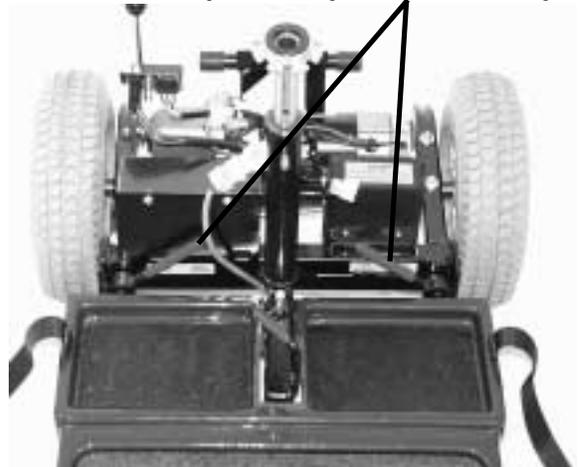

Abbildung 19. Rahmen - Verschlusshebel
5. Drücken Sie die Rahmen-Verschlußhebel in die Position „verriegelt“ zur Fahrzeugmitte **<Abbildung 19>**.
6. Setzen Sie den Sicherungsbolzen **<Abbildung 19>** in vollständiger Länge in den Rahmen ein.